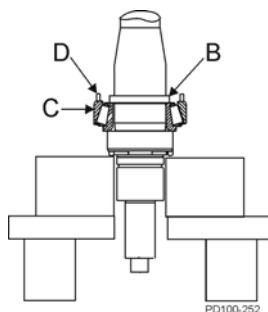

Abbildung 24 - Inneres und äußeres Distanzstück und untere Schale
4. Schieben Sie das innere Distanzstück (Abbildung 24, Pos. B) auf die Welle bis zum unteren Konus und der Rollenbaugruppe.